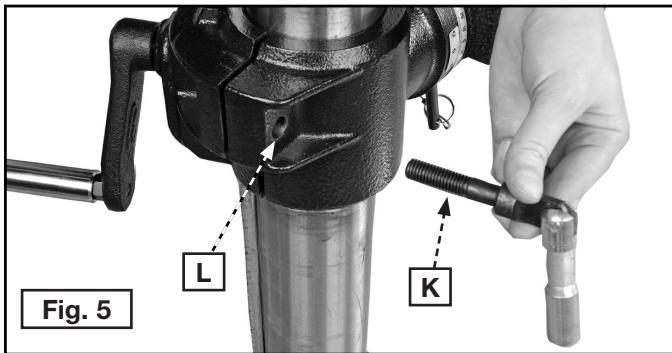

Fig. 5
3. Enrosque el mango de la abrazadera de la mesa (K) Fig. 5 en el orificio (L) en la parte posterior del soporte de la mesa y ajuste bien.